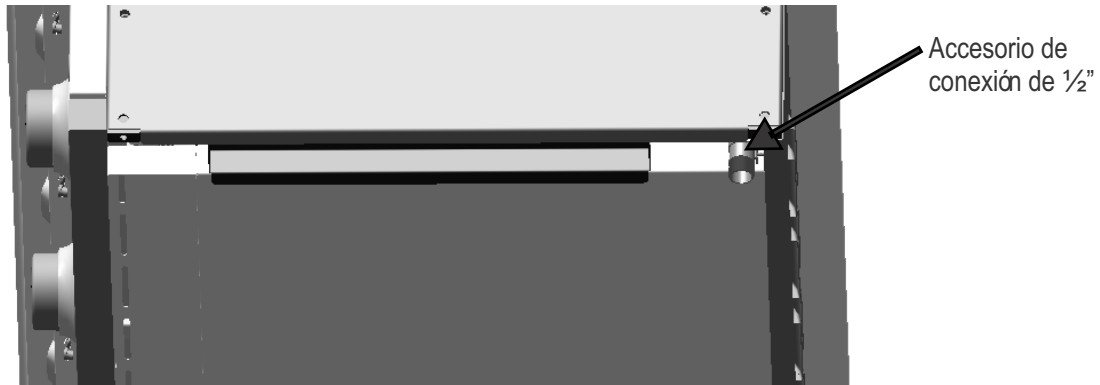

Figura 5
2. Retire el tapón protector de plástico del accesorio de conexión del tubo de 1/2" que se encuentra en la parte inferior de la esquina posterior derecha del asador (vea la Figura 5).